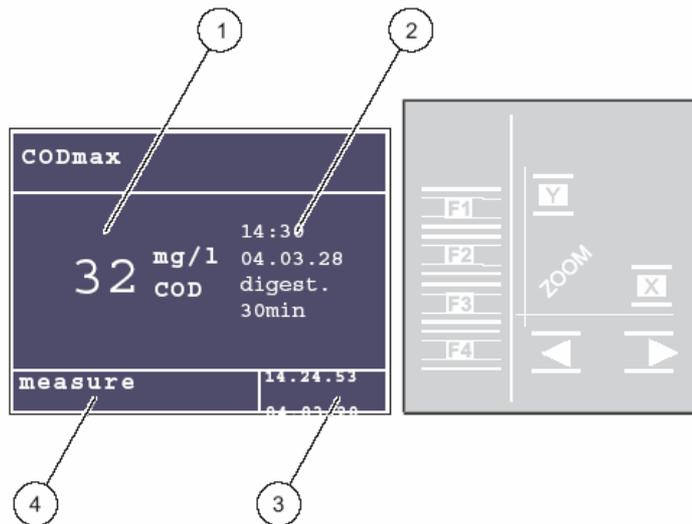

图 19 主显示屏
显示屏中间显示仪器最后一次测量得到测量值(图 19 的①);后面是采样时的时间和日期。日期、时间和所用的消解时间(图 19 的图②)属于当前这次测量。在显示屏的左下面,显示当前的状态(如图 19 的④所示),当前的时间和日期在显示屏的右下方(如图 19 的③所示)。